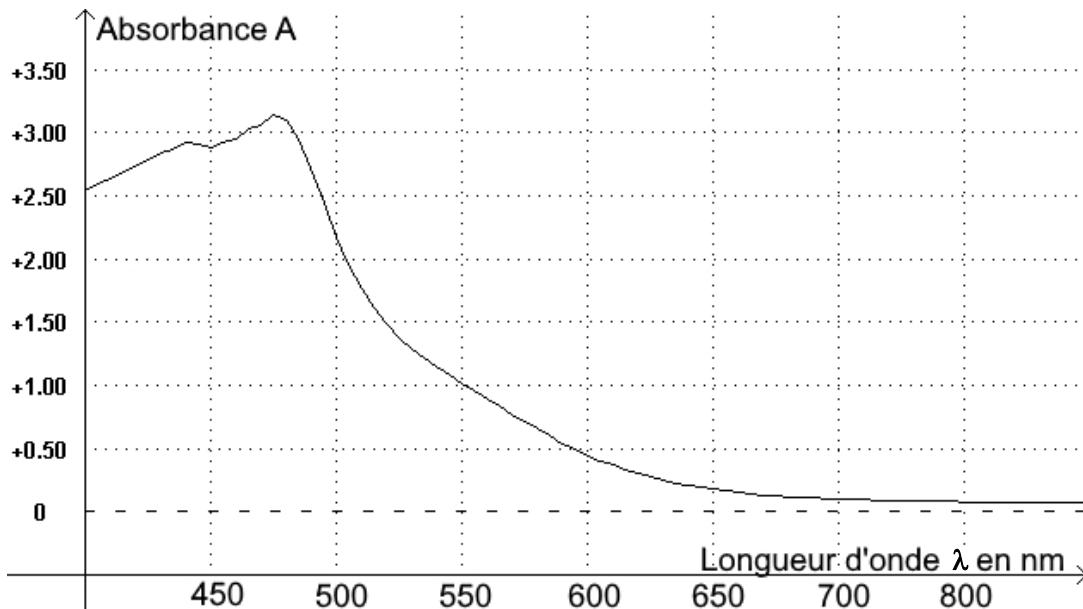

Figure 1 : spectre d'absorption de la solution diluée S₁ de diiode
Q.10. Déterminer la longueur d'onde pertinente pour laquelle les mesures d'absorbance seront réalisées en exploitant la figure 1. Justifier le choix.